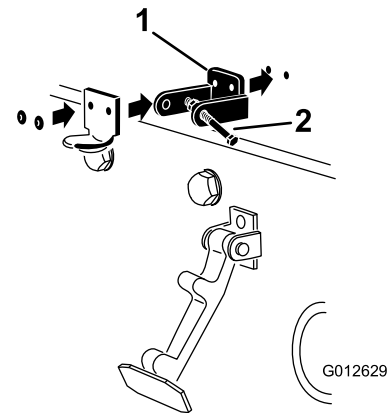

Рисунок 8
3. Выравнивая монтажные отверстия, поместите стопорный кронштейн стандарта CE и кронштейн защелки капота на капот. Стопорный кронштейн должен быть прижат к капоту (Рисунок 8). Не снимайте болт с гайкой в сборе с рычага стопорного кронштейна.
5. Прикрепите кронштейны и шайбы заклепками к капоту (Рисунок 8).